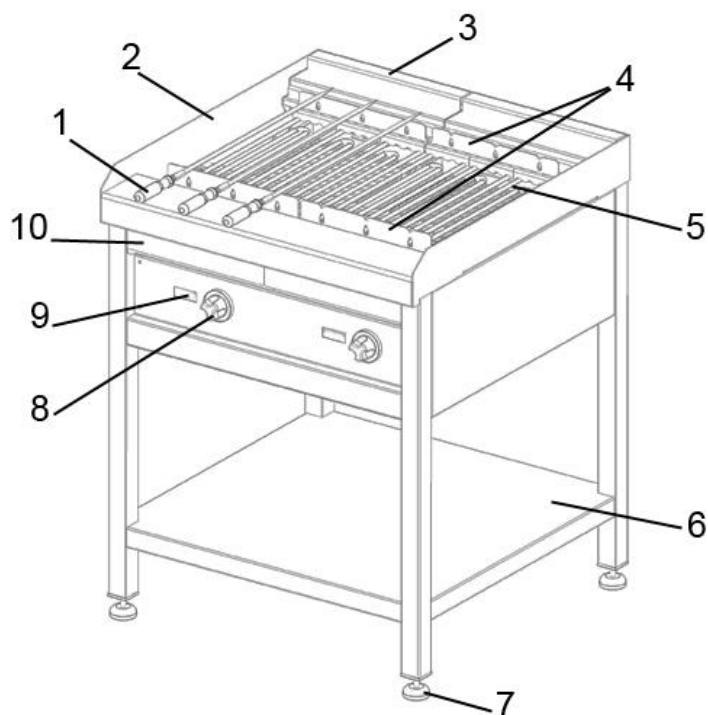

Рис. 1 Общее устройство электрической шашлычницы
Шашлычница ETK-BST – это электрический прибор с рабочей поверхностью, разделенной на несколько независимых рабочих зон (от 1 до 7). Каждая из зон представлена 3-мя нагревательными элементами (ТЭНами) 5 (рис.1) и 2-мя съемными направляющими 4 (рис.1) для 5-ти шампуров 1 (рис.1). Под ТЭНами размещаются решетчатые корзины с лавовыми камнями (по 1 на каждую рабочую зону). Камни обеспечивают равномерность распределения тепла ТЭНов и частичное поглощение жира, выделяющегося при жарке. Под каждой корзиной располагается выдвижной поддон для сбора жира 10 (рис.1).
Интенсивность нагрева рабочей зоны регулируется ручкой 8 (рис.1), расположенной на лицевой панели устройства. Мощность нагрева той или иной рабочей зоны отображается на соответствующем дисплее 9 (рис.1).
Все зоны устройства могут работать одновременно и по отдельности. Подъемные механизмы ТЭНов закрываются специальными экранами 3 (рис.1), защищающими от разбрызгивания жира при готовке и обеспечивающими дополнительную гигиеничность устройства. Кроме того от разбрызгивания жира предохраняет защитный борт 2 (рис.1).
В зависимости от модели устройство может быть настольным или напольным. Напольные версии выполняются на открытом стенде или закрытом кабинете с дверями и без, с полкой 6 (рис.1) для хранения кухонного инвентаря. Устройство можно установить на любой поверхности благодаря регулирующимся по высоте ножкам 7 (рис.1).
- 1) снять защитный экран 3 (рис.1);
- 2) снять шампуры 1 (рис.1) и направляющие для шампуров 4 (рис.1);
- Плавно поверните регулятор мощности устройства 8 (рис.1) соответствующей зоны нагрева **по часовой стрелке** и установите необходимую для работы мощность нагревательных элементов.
- Шампуры с продуктами разместите на направляющих 4 (рис.1).
2) Установите регулятор мощности *8 (рис.1)* в значение «0». Через 1 минуту устройство окончательно отключится, и экраны дисплеев погаснут, но продолжит работать система охлаждения – будет работать вентилятор.